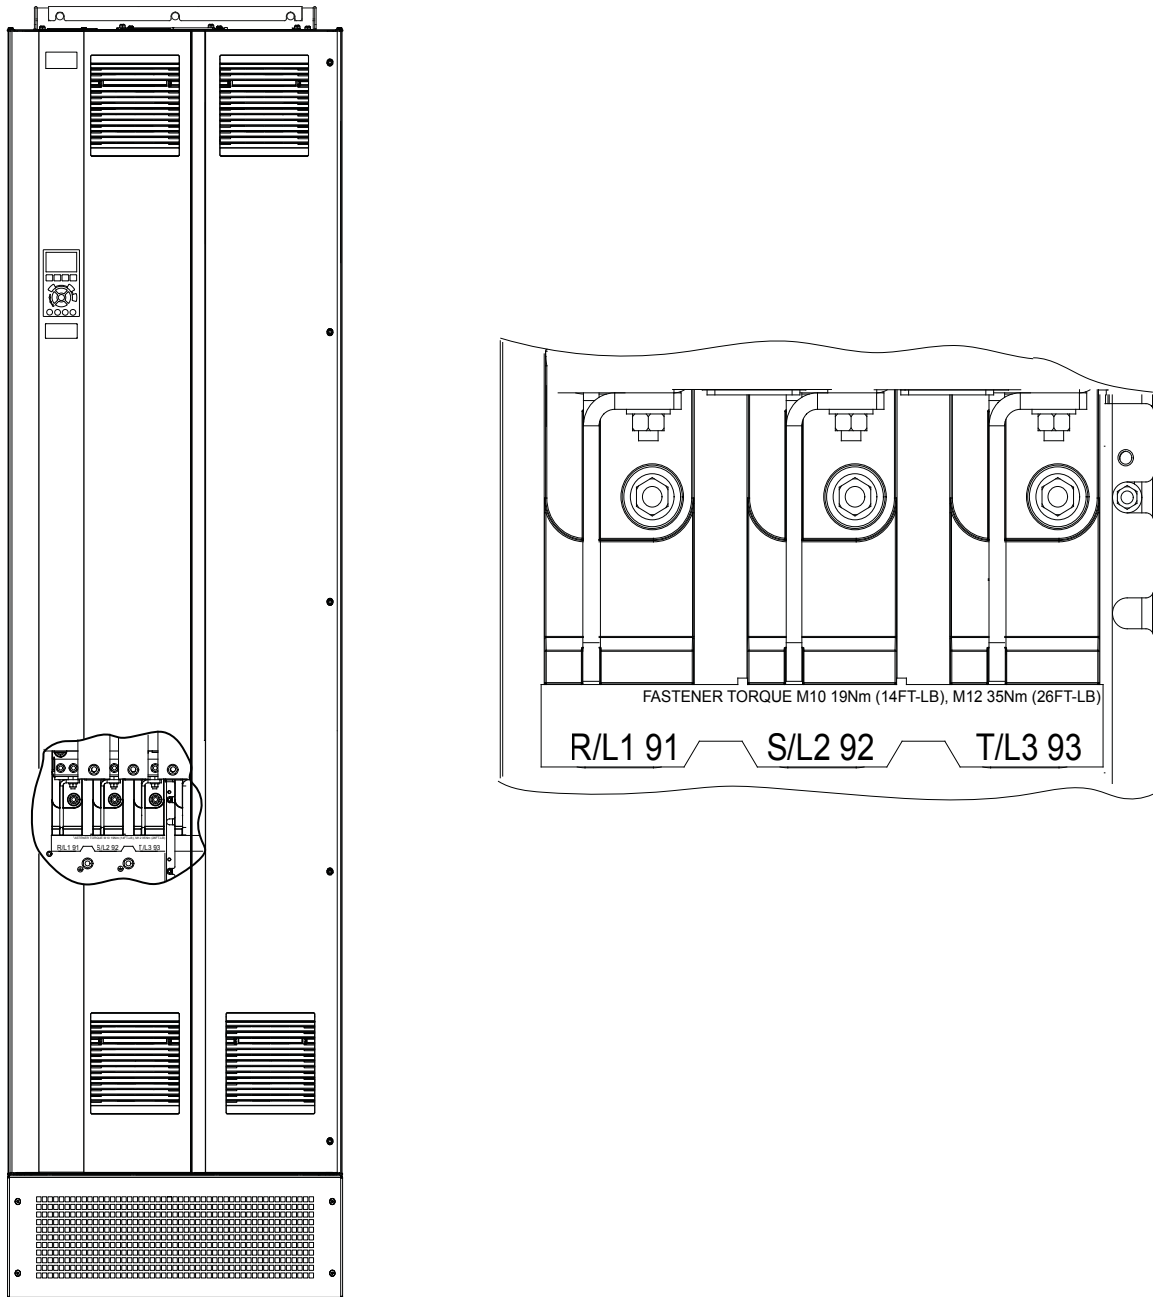

Abbildung 5.4 AC-Netzklemmen (abgebildet ist E1h). Eine detaillierte Ansicht der Klemmen finden Sie in *Kapitel 5.7 Klemmenabmessungen*.
4. Schließen Sie die 3 Phasen des Netzeingangs an die Klemmen R, S und T an (siehe *Abbildung 5.4*).